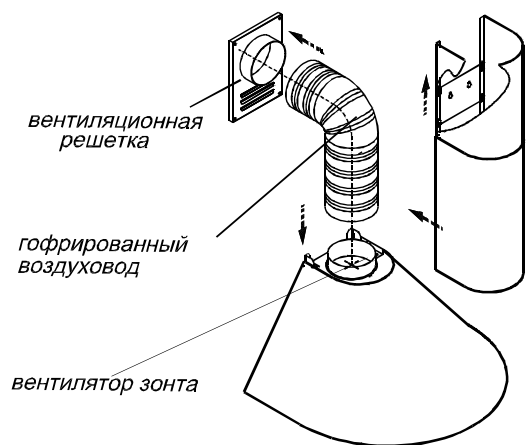
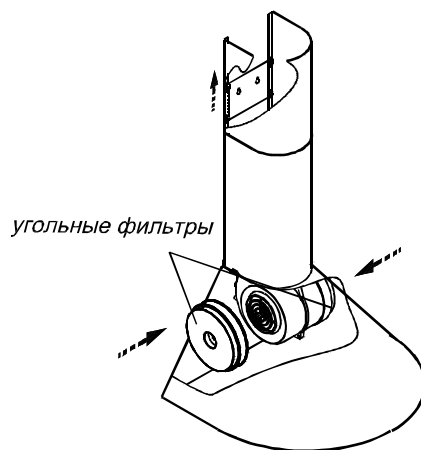

РИС. 6
РИС. 7
6.3 В зависимости от режима эксплуатации зонта соедините вентилятор с вентиляционной решеткой полужестким гофрированным воздуховодом (рис. 6) или установите на вентилятор угольные фильтры (рис. 7)*.
6.4 Установите фальштрубы (рис. 6, 7). Выдвиньте верхнюю фальштрубу и навесьте ее через отверстия «замочная скважина» (расположенные на кронштейне).